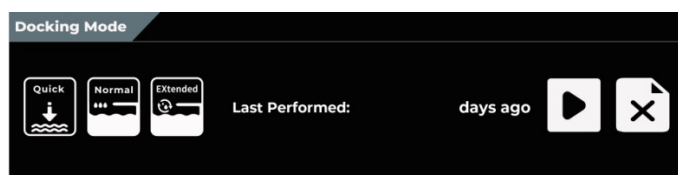

Figura 32 Acoplamiento inicial (pantalla de control secundaria)
2. Recolecte el tubo del evacuador de humo con cualquier accesorio conectado hacia el filtro del evacuador de humo. Quitar el tubo y cualquier accesorio conectado del filtro del evacuador de humo (Figura 32).